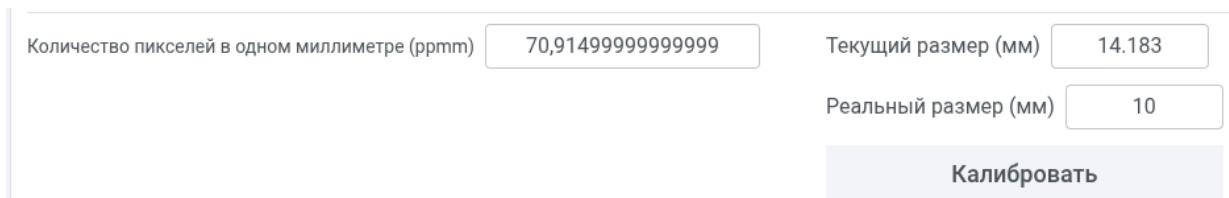

Рисунок 17 – Калибровка измерений
2.2.4.27 Для более точного построения отрезка используйте увеличение изображения при помощи колеса мыши. Сравните значение калибровочной линейки и значение построенного отрезка, зафиксируйте значение отклонения. Откройте меню "Системные настройки" и скорректируйте значение "Количество пикселей в одном миллиметре" (см. Рисунок 17). После этого повторите измерение отрезка согласно п. 2.2.4.25 и сравните значение зафиксированного отклонения с вновь получившимся значением. Подберите значение "Количество пикселей в одном миллиметре" так, чтобы значение отклонения стало близко к 0, а измеренное значение соответствовало физическому значению калибровочной линейки. На этом калибровка видеоизмерительной системы завершена.